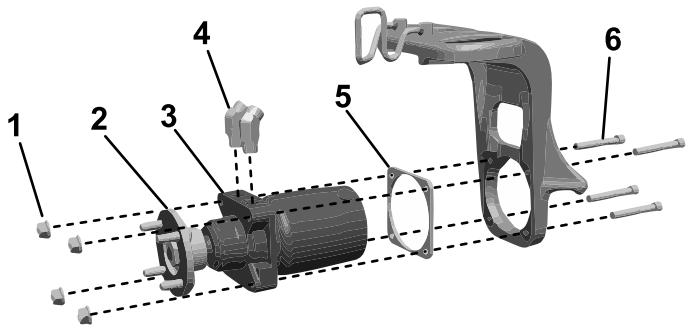

Figura 5
- **Per le macchine dotate di forcelle delle ruote orientabili con 4 fori filettati nel punto in cui il gruppo motore ruota si collega alla forcella della ruota orientabile:** montate il gruppo motore ruota e la piastra di spessoramento sulla forcella della ruota orientabile (posizionando la piastra di spessoramento tra il motore e la forcella della ruota orientabile) e fissateli con 4 viti a brugola (1/2" x 3 3/4") e 4 dadi di bloccaggio (Figura 5).